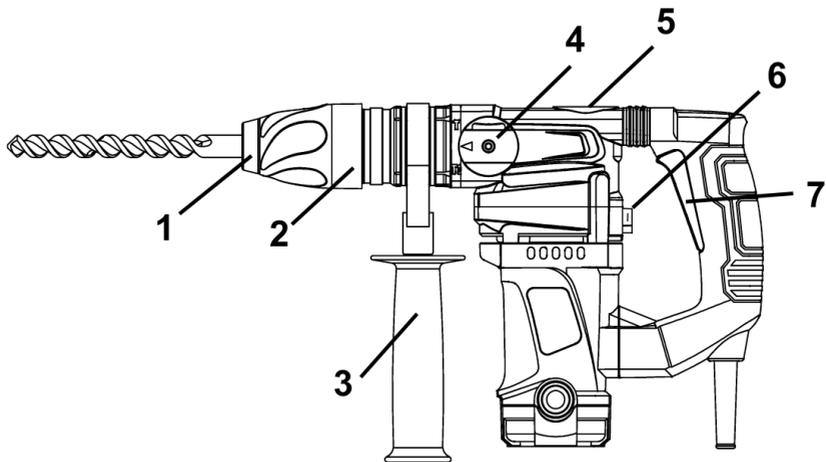

Рисунок 1
4.1 Выберите необходимый режим работы изделия с помощью переключателей (4) и (6) (см. рисунок 1).
4.2 Для включения изделия нажмите на курок выключателя (7) (рис. 1). Для отключения изделия следует курок отпустить.